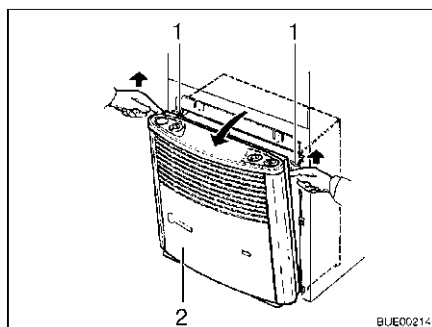

Fig. 84 Rimozione della copertura del riscaldamento
- Rimuovere la copertura del riscaldamento (Fig. 84,2). Tirare verso l'alto, in avanti la copertura, spingere verso l'alto le molle di sostegno (Fig. 84,1) e ribaltare la copertura in avanti.